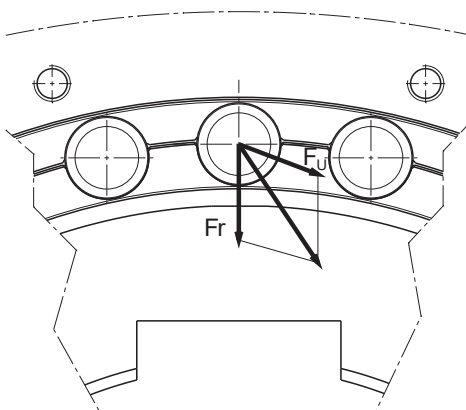

Bild 4
- Durch die Konvexe und Konkave Anschmiegung der Tonnenrollen an die Kupplungsnahe bzw. das Kupplungsaußenteil werden die Kräfte auf eine große Kontaktfläche verteilt was zu günstigen Druckspannungen führt (Bild 4).